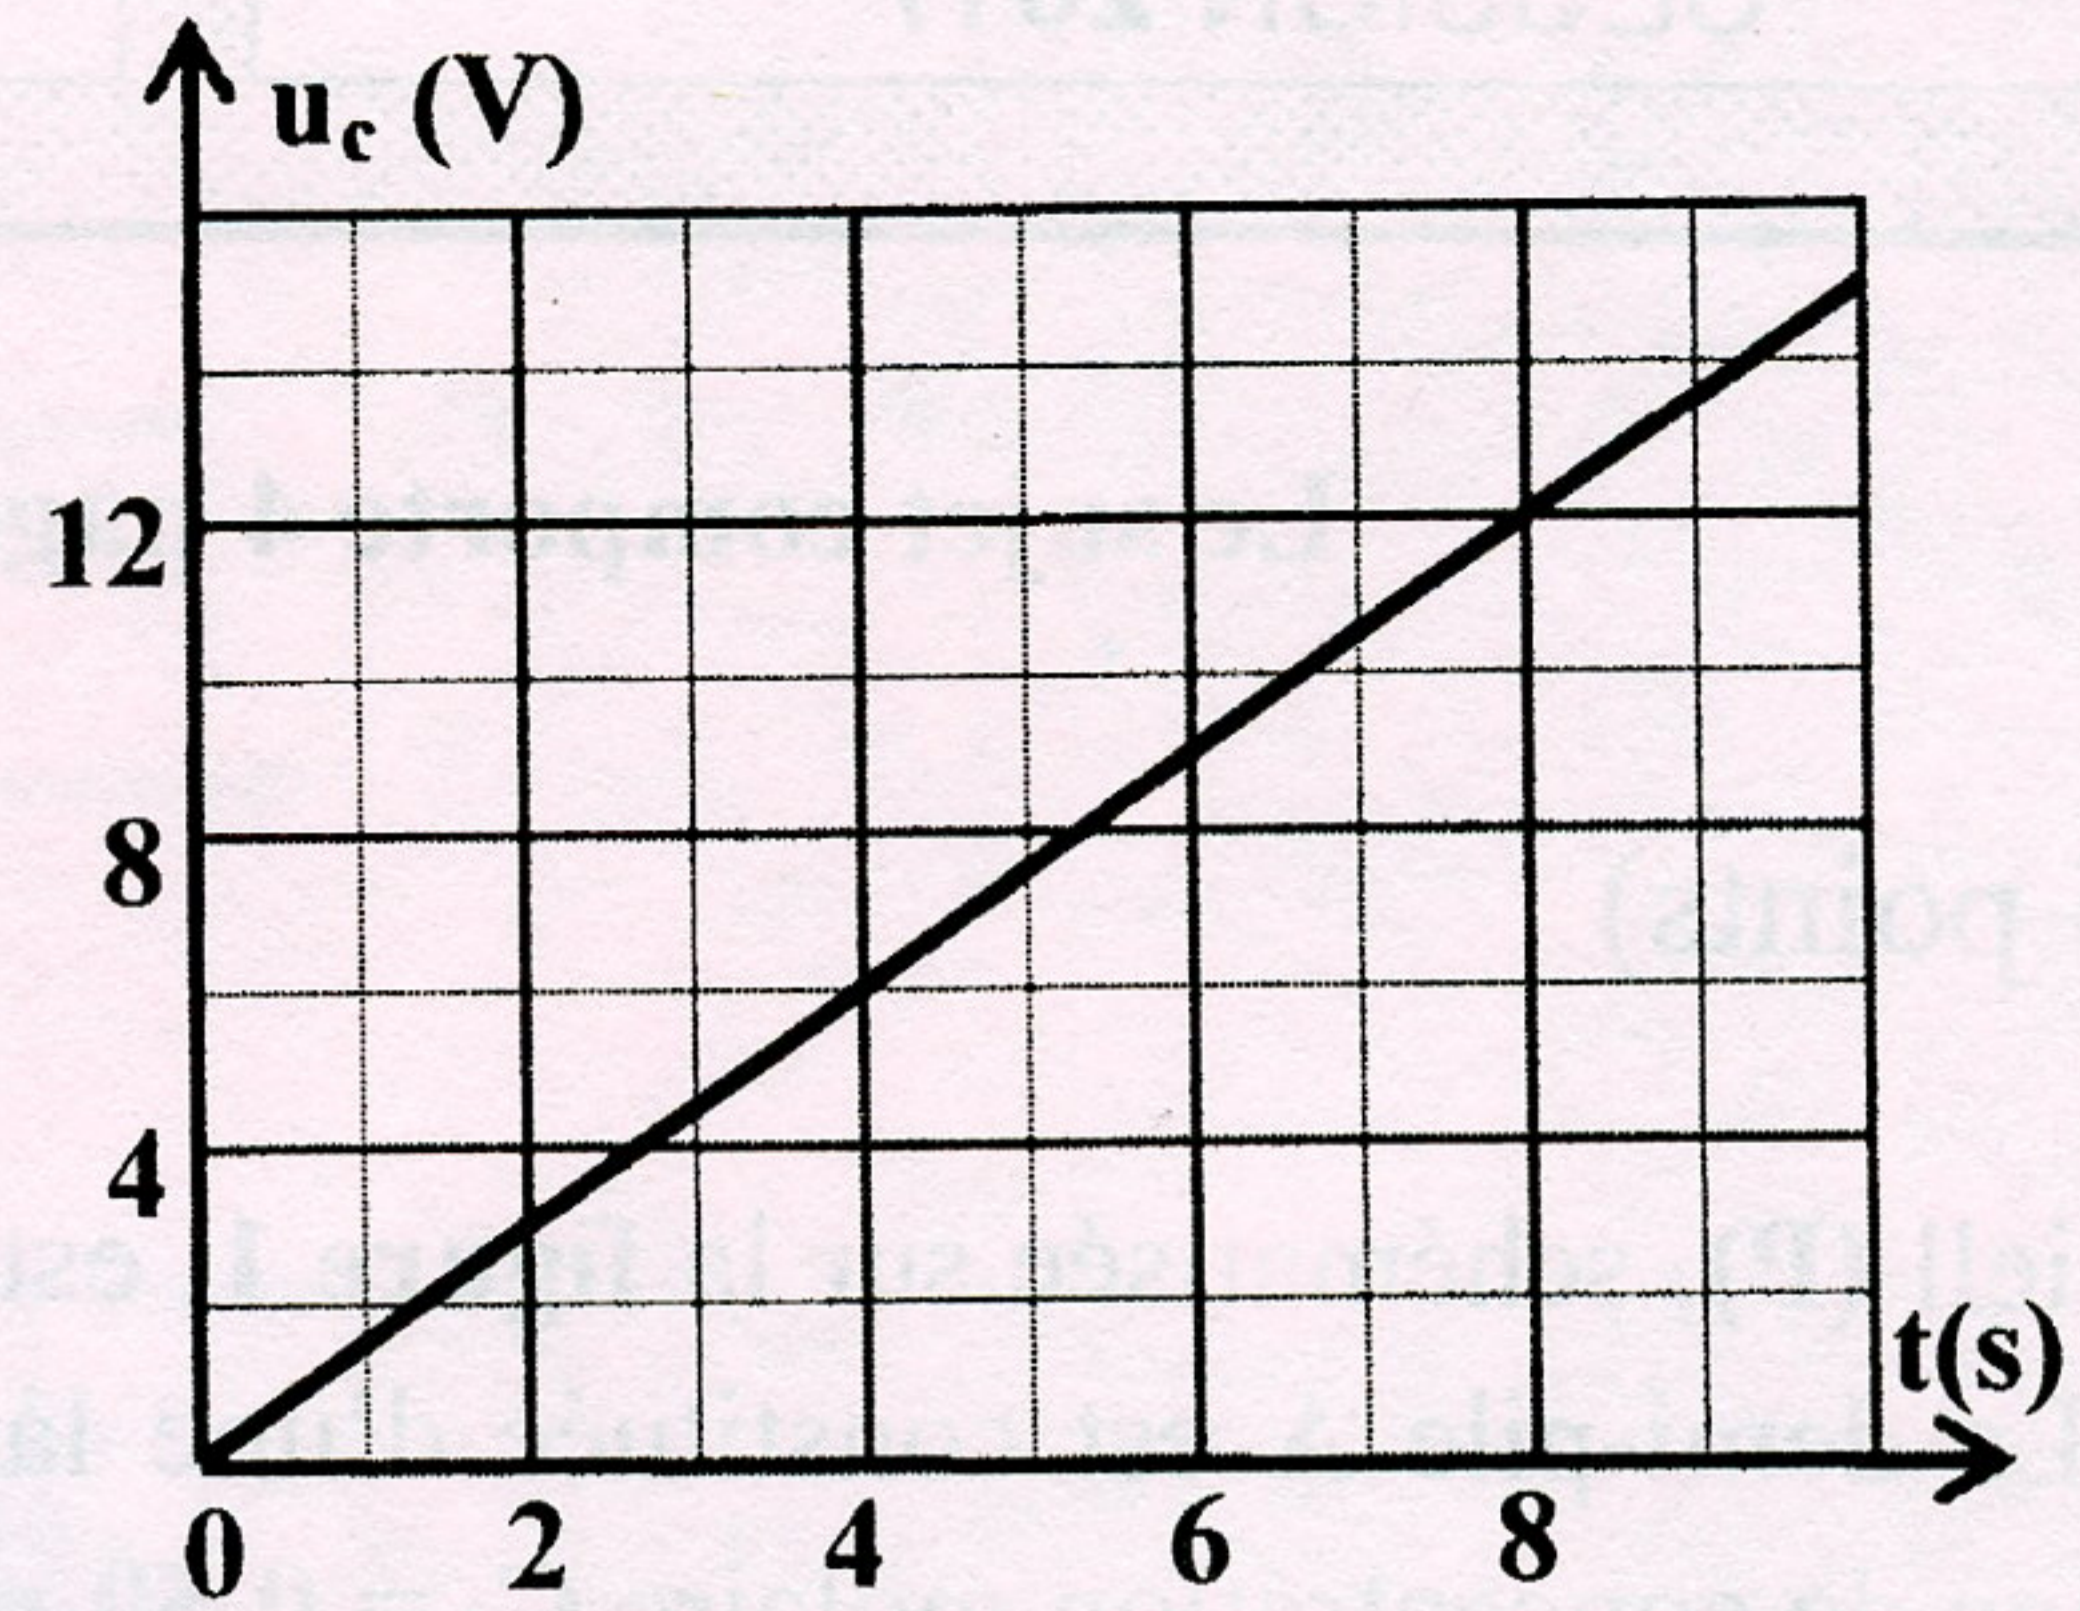

Fig.3
- 2- A un instant $t = 0$, on ouvre K_2 et on ferme K_1 . Un système d'acquisition permet de suivre l'évolution temporelle de la tension $u_C(t)$ aux bornes du condensateur. Les résultats de mesures permettent d'obtenir la courbe de la **figure 3**.